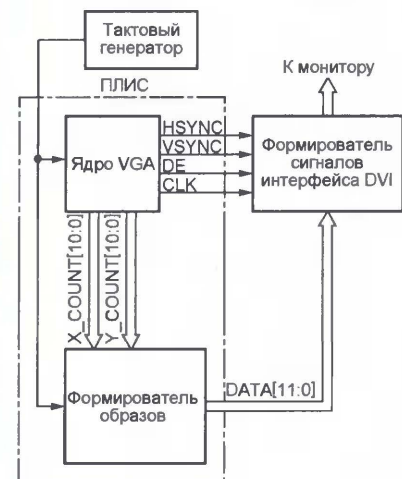

Рис. 1
Из узлов, входящих в структурную схему видеoadaptera, изображенную на рис. 1, наиболее подходят для реализации на ПЛИС ядро VGA и формирователь образов. Первое формирует из импульсов тактового генератора импульсы синхронизации формирователя интерфейсных сигналов (CLK), горизонтальной (HSYNC) и вертикальной (VSYNC) синхронизации развертки монитора, сигнал наличия информации (DE) для формирования гасящих импульсов. Оно же непрерывно передает формирователю образов текущие координаты луча: X\_COUNT по горизонтали и Y\_COUNT по вертикали. В табл. 1 приведен текст модуля video\_core, в котором на языке описания аппаратных средств SystemVerilog [1] реализованы функции, выполняемые ядром.